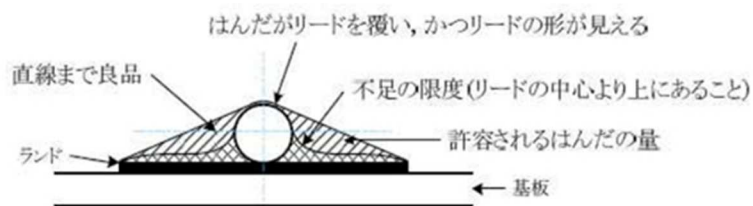

図16
(4) はんだ付け作業に関する仕様
①はんだのぬれ性
②はんだの量
- ・ はんだの量は、部品リード線の折り曲げ部分、線の切り口等をはんだが覆い、かつ肉厚が薄く線の形がわかるものとし、その例を図16に示す。
③基板のランドを剥離させないこと。
④はんだ付け時の熱などで、部品が破損しないこと。
⑤はんだ付けが不要な箇所には、はんだを付けないこと。
⑥部品端子の線材接続部は、全てにはんだ付けすること。